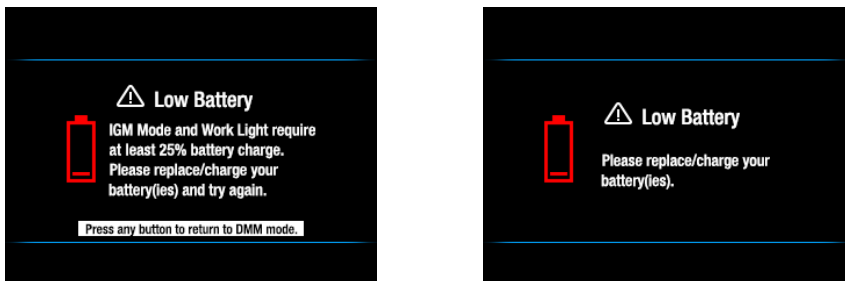

FIG. 5-1 Lavt batteri-varsler
2. Dersom batteriindikatoren  viser at batterispenningen er lav, hvis en av Low Battery-skjermene dukker opp (Fig. 5-1), eller hvis måleren ikke skrur seg på, bytt ut de tre (3) AA-batteriene. Se avsnitt 13.2, Utskiftning av batteri. Om du bruker Model TA04-ladesystemet, lad opp de oppladbare batteriene.